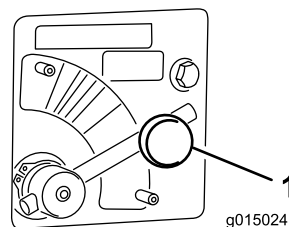

Рисунок 45
1. Ослабьте затяжку ручки крепления рычага клапана разбрасывателя (Рисунок 45).
2. Поверните рычаг клапана разбрасывателя в положение требуемого цвета (Рисунок 45) (желтый в нашем примере).
1. Переместите рычаг клапана разбрасывателя на **синюю** секцию (МАКС. СКОРОСТЬ) (Рисунок 45). Повернутый до упора по часовой стрелке рычаг должен находиться в горизонтальном положении.